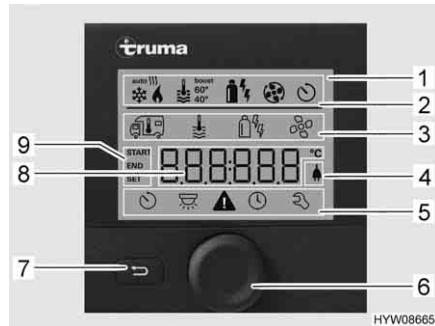

Fig. 142 Centralina di controllo con indicazioni
- Riga di stato (Fig. 142,2)
- Riga di menu in alto (Fig. 142,3)
- Area di indicazione (Fig. 142,8)
- Riga di menu in basso (Fig. 142,5)
■ Premere la manopola/il pulsante (Fig. 142,6) per circa 3 secondi. Vengono visualizzate entrambe le righe di menu (Fig. 142,3 e Fig. 142,5). Il primo simbolo lampeggia.
- Ruotare la manopola/il pulsante (Fig. 142,6), finché viene visualizzato il simbolo del menu desiderato.
- Premere la manopola/il pulsante per memorizzare il valore impostato. Se il valore impostato originariamente non deve essere modificato: Premere il tasto indietro (Fig. 142,7).
- Ruotare la manopola/il pulsante (Fig. 142,6), finché il simbolo del menu del riscaldamento (Fig. 143,1) lampeggia.
- Premere la manopola/il pulsante per memorizzare il valore impostato. Il simbolo nella riga di stato lampeggia (Fig. 142,2), finché viene raggiunta la temperatura impostata. Se il valore impostato originariamente non deve essere modificato: Premere il tasto indietro (Fig. 142,7).
- Ruotare la manopola/il pulsante (Fig. 142,6), finché il simbolo del menu relativo alla modalità di funzionamento (Fig. 143,3) lampeggia.
- Premere la manopola/il pulsante per memorizzare la modalità di funzionamento impostata. Se il valore impostato originariamente non deve essere modificato: Premere il tasto indietro (Fig. 142,7).
- Ruotare la manopola/il pulsante (Fig. 142,6), finché il simbolo del menu delle ventole (Fig. 143,4) lampeggia.
- Ruotare la manopola/il pulsante (Fig. 142,6), finché il simbolo del menu del timer (Fig. 143,6) lampeggia.